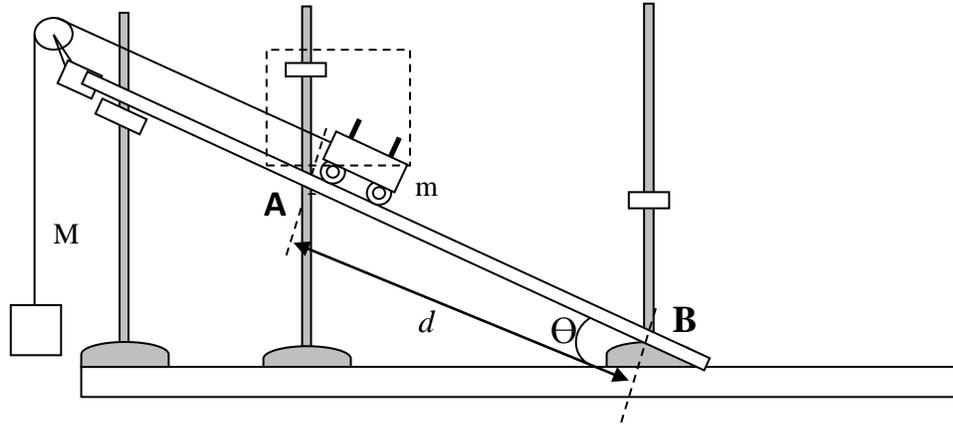

Figura 5. Detalles del montaje.
8. Disponga los fotosensores en la parte superior del plano inclinado, el primero a 10 cm del extremo superior y el segundo a 20 cm del primero (en la figura 5 es la distancia AB). Ponga el registrador digital en modo S2 teniendo en cuenta que el primer fotosensor debe ser el conector número 1 y el segundo el número 2. Ponga la escala en 1 ms. Recuerde usar masas previamente escogidas para lograr una buena aceleración. Suelte el carro para que descienda por el plano, desde la posición mas cercana posible al primer sensor (esto es determinante en el resultado pues equivale a la suposición $v_0=0$). Tome la medida del tiempo que tarda el carro en pasar por entre los dos fotosensores 8 veces (hay que resetear el aparato después de cada medida). No olvide encarrilar las ruedas del carro en la ranura lateral de la pista y poner la mano al final de la misma para que el carro no sufra averías. Recuerde que este tiempo se escribe como una cantidad con error según la teoría vista para una cantidad medida muchas veces. Consigne el tiempo con su error respectivo en la segunda columna de la tabla 2.